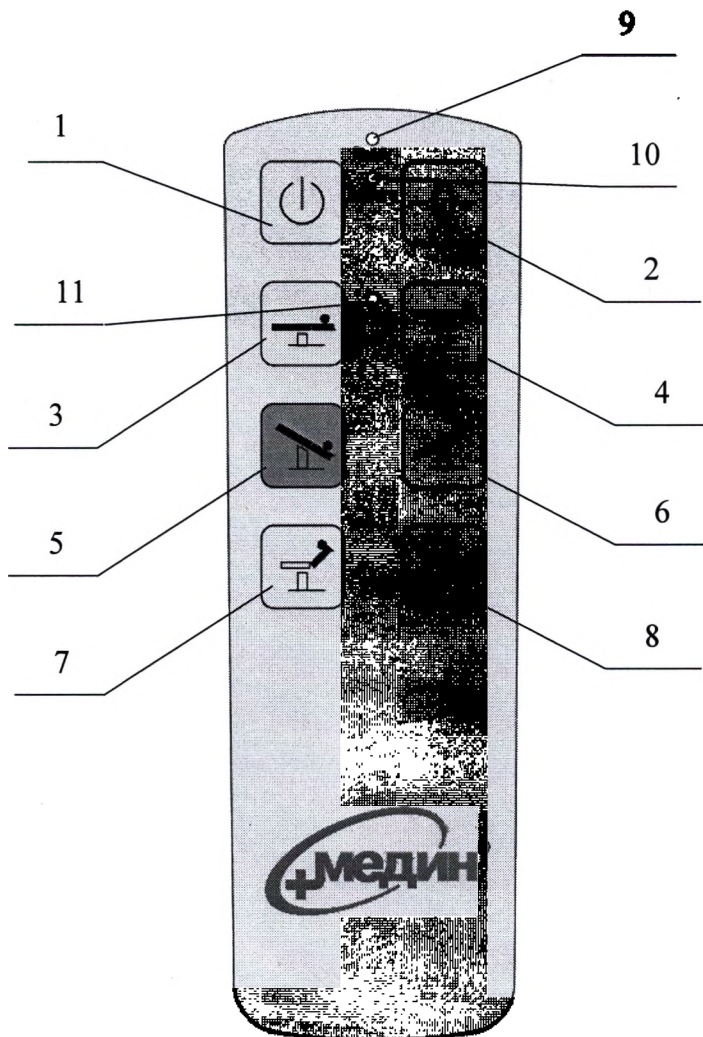

Рисунок 4. Пульт управления проводной и назначение его кнопок.
9.5 На пульте (Рисунок 4) нажмите кнопку 1, должен загореться индикатор 9. Стол готов к работе. Если в течении 20 секунд не будет нажата ни одна кнопка, пульт автоматически отключится. Если при нажатии кнопки 1 ничего не происходит, подключите стол к сети питания (см. п. 9.7).
9.6 Информация о состоянии аккумуляторов на индикаторе заряда батарей 10 (Рисунок 4) приведена в нижеследующей таблице.
Заряд ниже 25%	Индикатор 10 горит оранжевым мигающим цветом. Подключаются звуковые короткие сигналы. Звуковые сигналы можно отключить одновременным нажатием кнопок 1 и 2 на 0,5с (Рисунок 4). Через некоторое время система автоматически отключится.